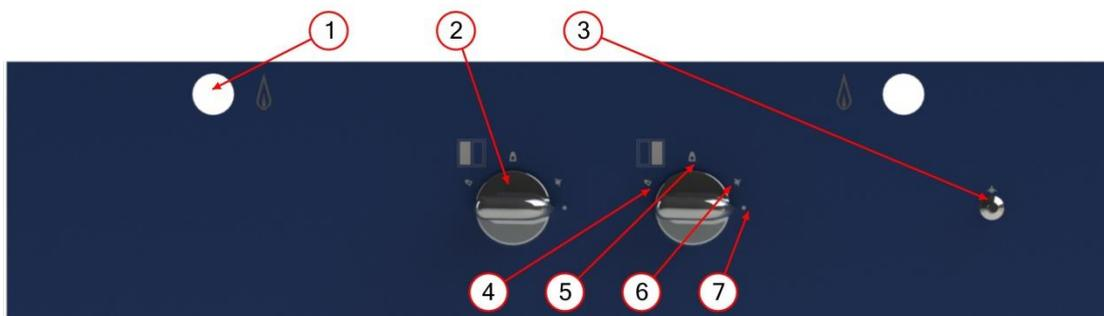

Figure 1 (AEROGAM C G2GR 1000)
- Trou d'allumage manuel (Figure 1 rep 1)
- Manette gaz.( Figure 1 rep2)
- Bouton poussoir d'allumage électrique. (Figure 1 rep 3)